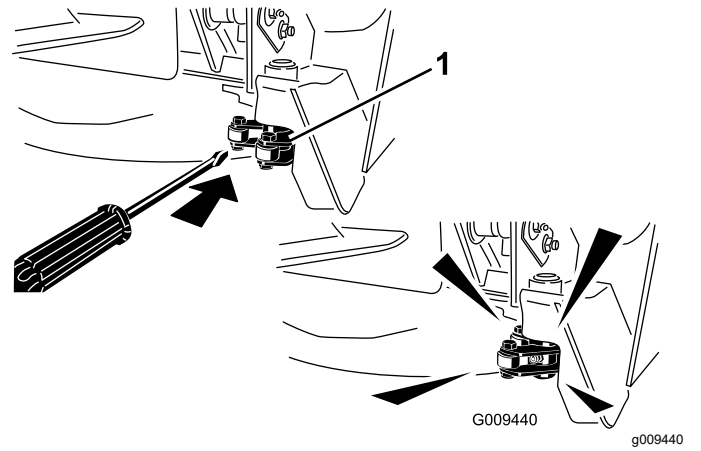

Figure 48
**Remarque:** Vous devrez peut-être ouvrir les verrous manuellement pour accéder aux graisseurs (Figure 48). Utilisez un levier pour fermer et ouvrir le verrou.